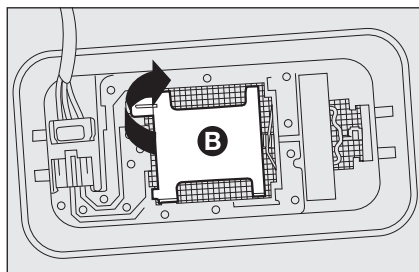

fig. 33
- ☐ aprire il coperchietto **B**-fig. 33 come indicato;